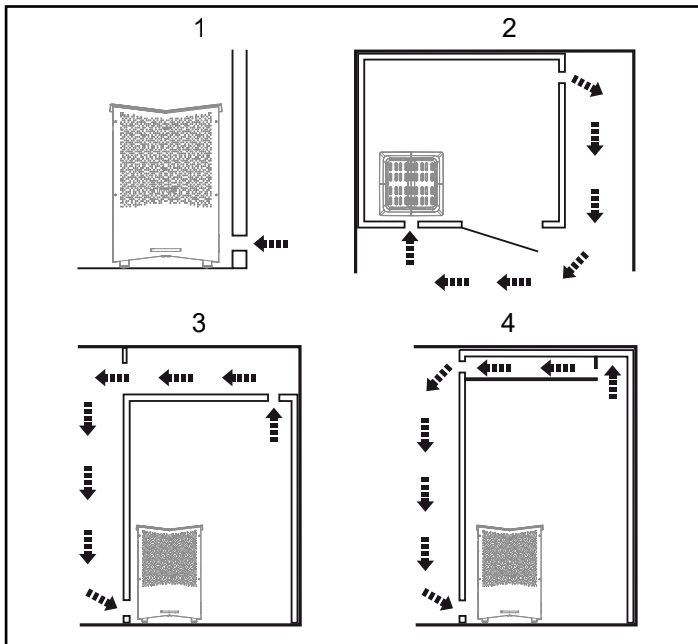

Fig 6: In- och utluftsventilens placering
- Ventilation av bastu ska utföras enligt instruktioner i denna manual (se Avsnittet Inluftsventilens placering, fig 6, Avsnittet Utluft-sventilens placering, fig 6).
- Placera inluftsventilen (se Avsnittet Inluftsventilens placering, fig 6).
- Placera utluftsventilen (se Avsnittet Utluftsventilens placering, fig 6).
Manöverpanelen är tillåten att placeras inne i ett Tylö basturum alternativt egenbyggt basturum vars ventilation är utförd och fungerar enligt Tylö föreskrädd ventilation (självdagsprincip). Läs avsnitten *Inluftventilens* och *Utluftventilens placering* i denna anvisning, fig 6. Manöverpanelen skall alltid placeras utanför basturummet om inte dessa krav är uppfyllda.
- med maximalt avstånd till inluftsventilen, t.ex. i diagonal (se Fig 6).
- högt på väggen eller i taket (se Fig 6).